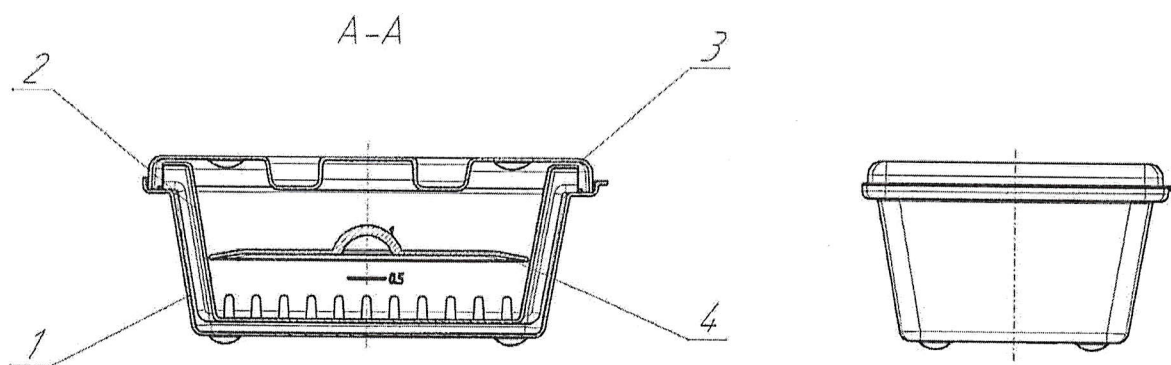

Рис.2 – Емкость-контейнер для дезинфекции, предстерилизационной очистки и химической стерилизации медицинских изделий ЕKD-02-1
1.4.1.1 Емкость-контейнер ЕКД-02-1 и Емкость-контейнер ЕКД-02-5 (рисунок 2,3) состоят из типовых составных частей – корпуса в виде емкости прямоугольной формы с бортиками сверху для удобства переноски (1), перфорированного поддона (2), крышки (3), прижима для погружения в раствор легких изделий (4).